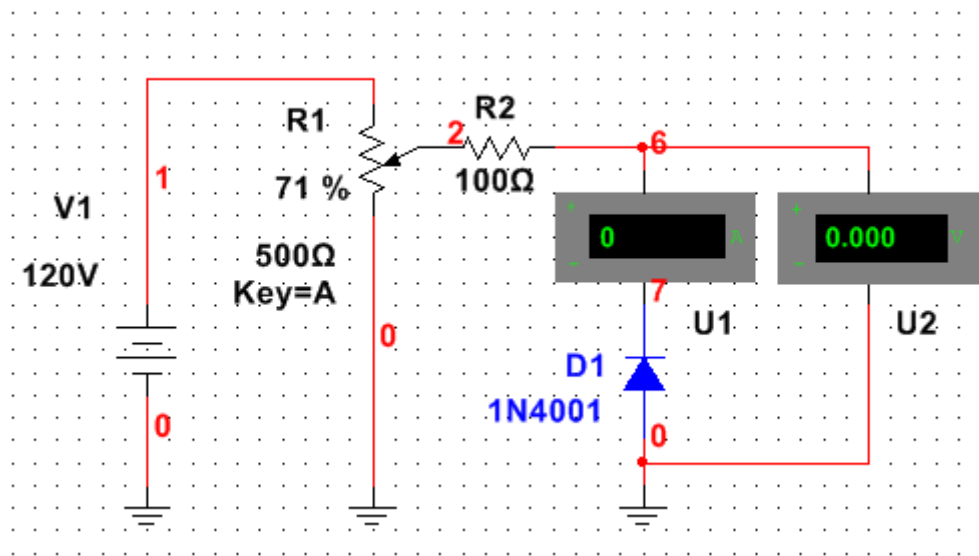

Рис. 7.
4. Для побудови зворотної гілки вольт-амперної характеристики необхідно змінити полярність увімкнення діоду чи джерела V1 (рис. 7). Крім того, величину напруги живлення схеми та опір резистора R2 слід збільшити, принаймні, на порядок. Вимірювання проводити до настання пробою. Якщо ж при максимальному значенні напруги на діоді не спостерігається суттєвого зростання струму, треба ще збільшити величину напруги V1 – воно має дещо перевищувати максимальне паспортне значення оберненої напруги. Якщо аж до настання пробою значення зворотного струму залишається рівним нулю (а фактично – менше 1 нА, це можливо для деяких діодів), то для її точного то слід побудувати вольт-амперну характеристику слід скористатись віртуальним приладом *IV analyzer*. Принцип його застосування описано у наступному розділі.